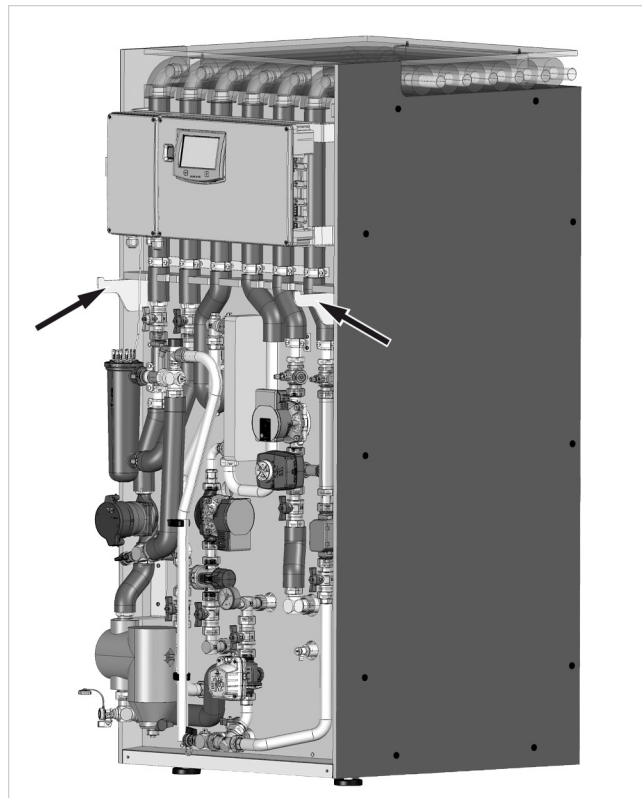

Fig. 40: Colocar el panel frontal sobre los soportes
2. Coloca el frontal sobre los soportes (véase ➔ fig. 40 y alinéalo. Asegúrese de que no queden cables entre el frontal, su soporte y el marco del frontal.